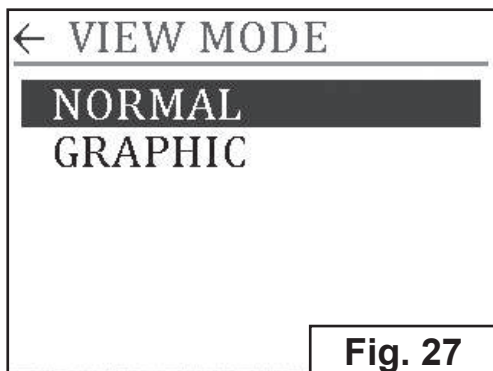
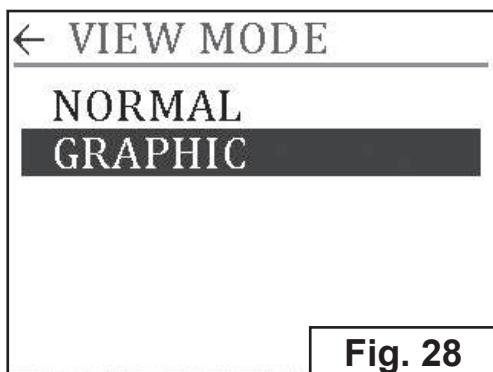
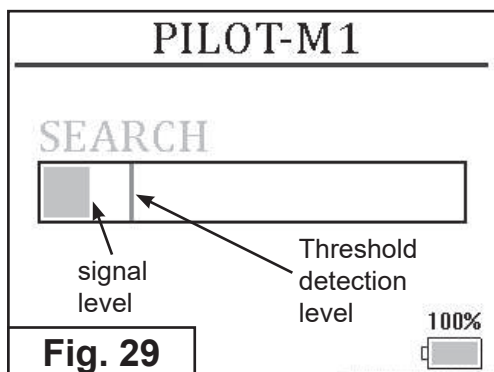

Fig. 27
Fig. 28
Fig. 29
3. Select «NORMAL» (Fig. 27) or «GRAPHIC» (Fig. 28) by tapping it. Tap  to apply settings. «NORMAL» and «GRAPHIC» views are shown on Fig. 29,30.